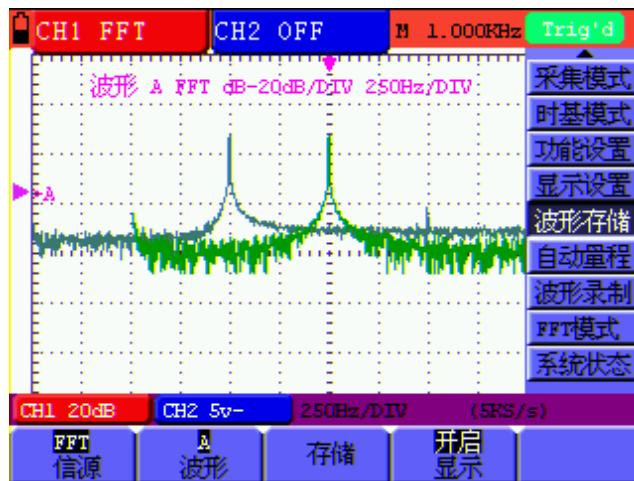

图50 波形储存
6. 按 **F4** 键，选择地址A为开启，储存在地址A中的波形就显示在屏幕中，波形显示的颜色是绿色，同时以紫色信息显示波形的零点位置、幅值和频率。见图50：